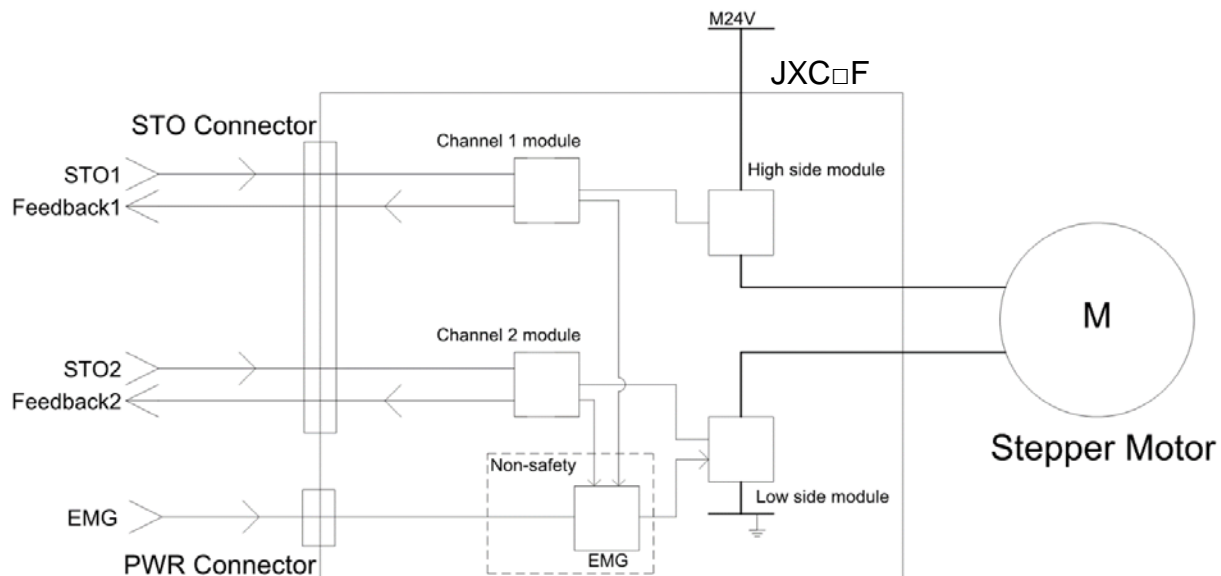

図 11-1 STO 機能の概略図
■ Channel1/2 に関しては、図 11-1 STO 機能の概略図をご参照ください。
内部障害が検出された場合、システム内部で Channel1/2(図 11-1 STO 機能の概略図参照)の STO を要求し、モータの電源を遮断します。この状況の検出には、Feedback1/2 信号を使用してください。
- ① STO の要求が入力される。
- ② STO が要求されたことを内部処理にて判断する。
- ③ 内部処理にて、SS1-t 機能から減速を実行する。
- ④ モータ速度がゼロに到達して停止する。
- ⑤ JXC□F 内の M24V ラインが「High side module」、「Low side module」(図 11-1 参照)の両方で切断されてモータ動力が遮断されるため、モータは開回路となる。
- ⑥ Feedback1/2 にて、STO が正常に実行されたことを確認する。